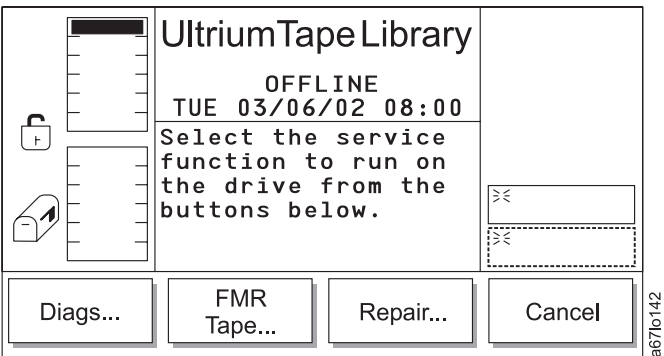

Abbildung 191. Dialog für Laufwerksservice
- Wird **OK** ausgewählt, erscheint der Dialog für Laufwerkservice (siehe Abb. 191 auf Seite 204).
Tabelle 140. Übersetzung von Abb. 191, Dialog für Laufwerksservice
- Wird **Cancel** ausgewählt, erscheint der Dialog für Laufwerksservice (siehe Abb. 191 auf Seite 204).